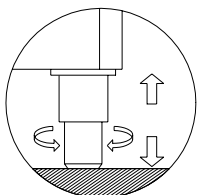

Abb. 1
- Das Gerät auf einer ebenen und geraden Fläche plazieren (Füsse regulieren). (**Abb. 1**)